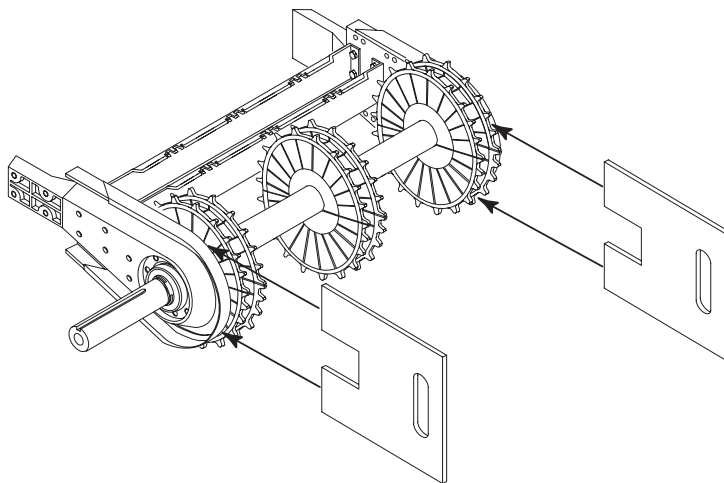

図45
- ・ 側部プレートにこすれ合っているスプロケットのボルトを緩めます。図45にあるとおり、側部プレートとスプロケットの間に厚さ0.075インチ(2mm)のシム・プレートを入れ、スプロケットのボルトを締めます。シム・プレートを取り外します。シャフトを数回、回転させて、スプロケットが側部プレートとこすれ合っていないことを確認します。これで問題が解決しない場合、こすれ合っているスプロケットを新品と交換します。